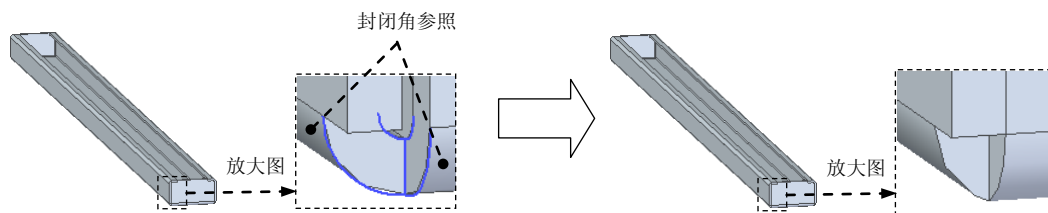

图 8.13.150 封闭角特征 2
(3) 定义封闭角属性。在“封闭二折弯角”命令条中单击“重叠”按钮；在“处理”下拉列表中选择“封闭”选项，在“间隙”文本框中输入值 0，然后按 Enter 键。
(4) 单击“完成”按钮，完成特征的创建。
Step6. 创建图 8.13.150 所示的封闭角特征 2。
(1) 选择命令。单击“主页”功能选项卡“钣金”工具栏中的“封闭二折弯角”按钮.
(2) 定义折弯至闭合。选取图 8.13.150 所示的相邻折弯特征为封闭角参照。